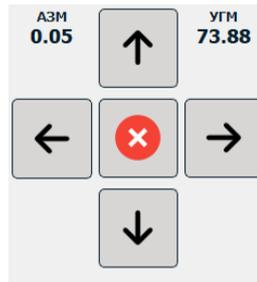

Рисунок 26 – Панель движения антенны
3.3.3.2.4.1 Панель движения антенны (рисунок 26)